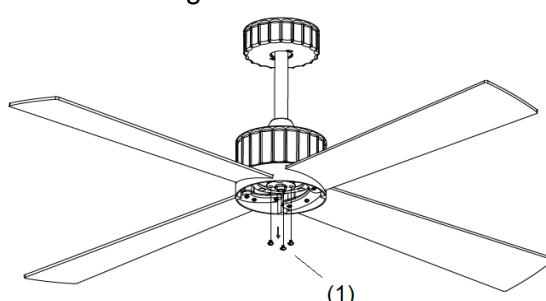

Abb. 5.1
- Lösen Sie die 3 Schrauben (1) am Ventilator. (Abb. 5.1)
- Nehmen Sie den Schrumpfschlauch von der Schnellkupplung (2) des Beleuchtungssets ab und schließen Sie sie an den Ventilator an.